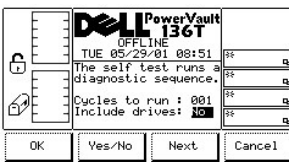

Abbildung 114. Dialogfeld "Service" > "Library" > "Exercise" > "Self Test" > "Include Drives"
- 1 Wenn die Taste unter dem Softkey **Next** gedrückt wird, wird das nächste Feld der Liste zum aktiven Feld (siehe Abbildung 114).